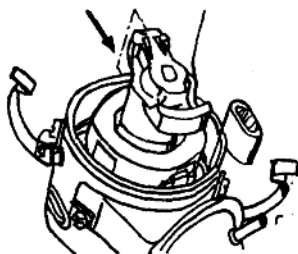

图 1-8 分火头所指方向标记
(3) 分火头应指向分电器壳体上的第一缸标记,如图 1-8 所示。